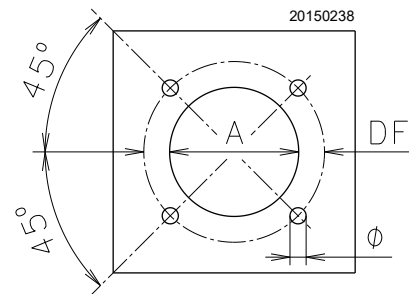

Abb. 13
Die Verschlussplatte der Brennkammer, gemäß Abb. 13 durchbohren. Die Position der Gewindebohrungen kann mit dem zur Grundausstattung gehörenden Wärmeschild ermittelt werden.
- Den gesamten Brenner in das vorher gesetzte Bohrloch des Heizkessels einpassen (Abb. 13) und mit den beige packten Schrauben befestigen.